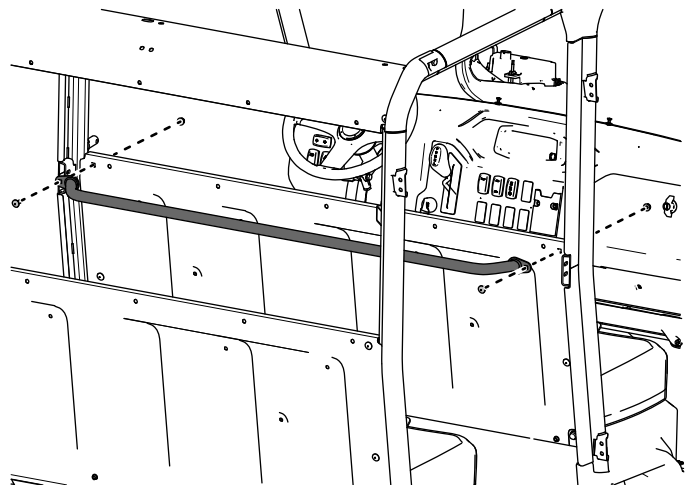

Figura 48
21. Sujete provisionalmente el conjunto del asa del asiento trasero en el panel del asiento medio con 2 pernos de cuello cuadrado (5/16" x 3/4") y 2 contratuercas (5/16"), tal y como se muestra en la Figura 48.